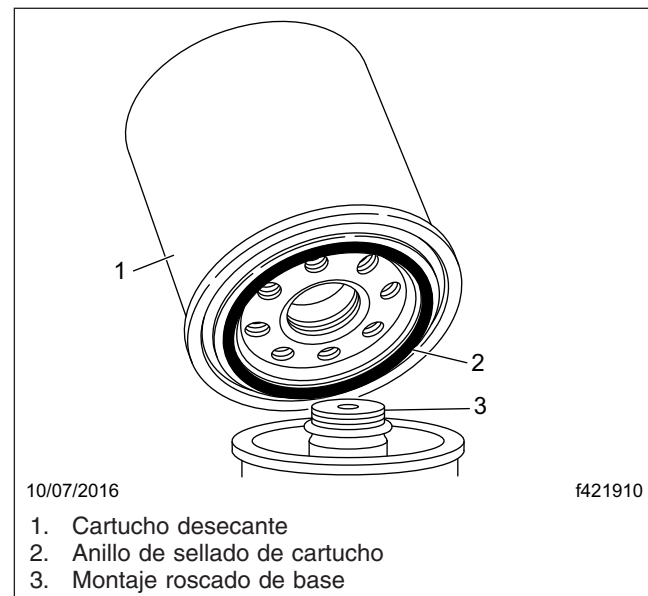

Figura 3, Reemplazo del cartucho desecante
3. Utilizando una llave de correa o equivalente, afloje el cartucho desecante. Gire el cartucho con la mano y deséchelo. Vea la **Figura 3**.